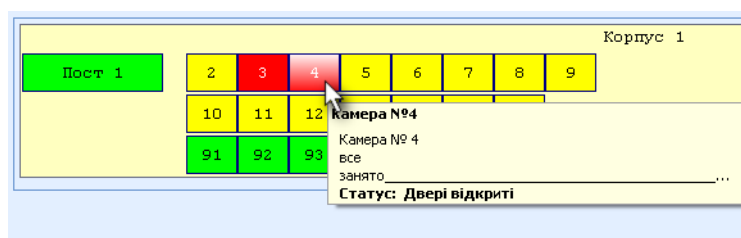

Рисунок 17: Статус объектов
7.4.3. После открытия двери индикатор остается красного цвета, но состояние объекта меняется на «Дверь открыта», о чем свидетельствует надпись в сплывающей подсказке, а также в заголовке рабочего окна объекта. На рис. 17 показана ситуация, когда все замки разблокированы, на объекте № 3 открыт замок, а на объекте № 4 открыта дверь.